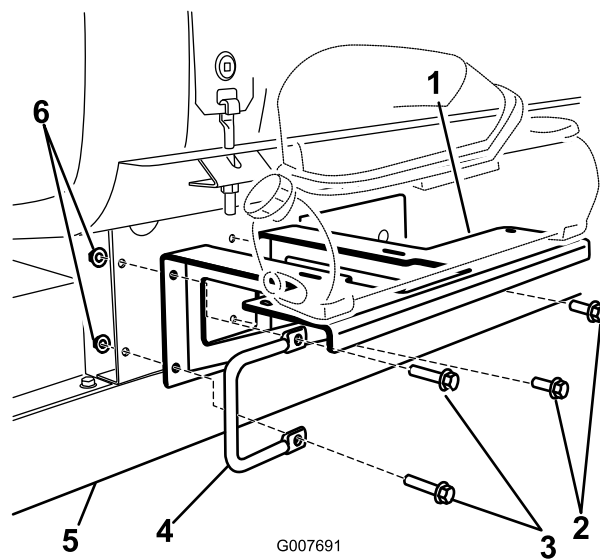

Figure 6
- Montez le support sur le bâti à l'aide de 2 boulons (3/8 x 1-1/4 pouces), 2 rondelles (3/8 pouce), 2 écrous à embase (3/8 pouce) (fournis avec les pièces détachées) et la poignée gauche et les fixation retirées précédemment (Figure 6).